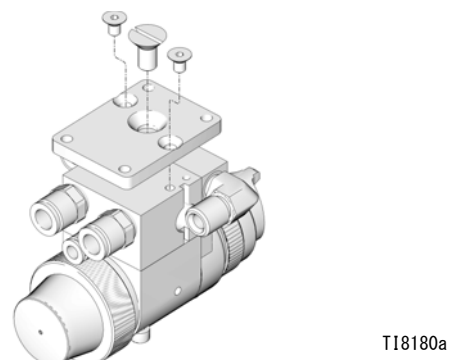

図 5: レトロフィットアダプタプレート
1. キット付属のネジを 3 本使用して、アダプタプレートをマニホールドに取り付けます (図 5)。